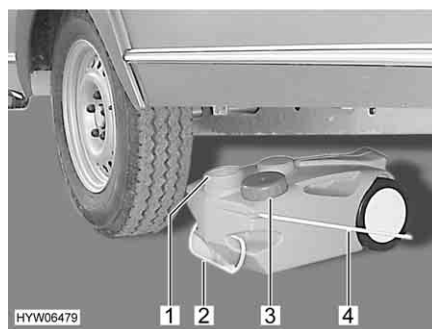

Fig. 127 Serbatoio delle acque grigie, mobile
- Chiudere l'apertura del serbatoio delle acque grigie (Fig. 127,1) con il coperchio (Fig. 127,3).
- Estrarre il serbatoio delle acque grigie tramite la maniglia (Fig. 127,2).
- Sollevare verso l'alto la maniglia da asporto (Fig. 127,4) e posizionare verticalmente il serbatoio delle acque grigie.